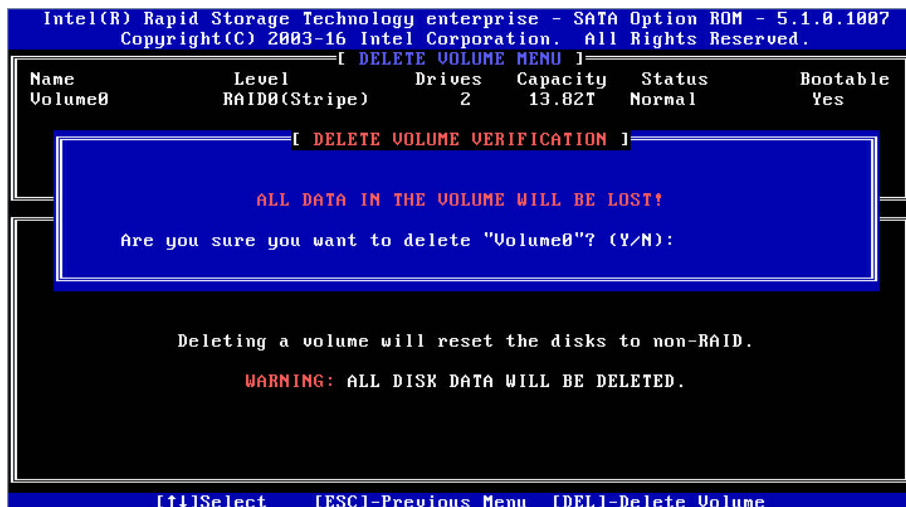

图 8.37
2.3 Delete RAID Volume 菜单。进入 Delete RAID Volume 菜单，如图 8.37 所示。按 DEL 键删除所选 RAID 卷，系统会弹出提示：“ALL DATA IN THE VOLUME WILL LOST! Are you sure you want to delete “Volume0”?(Y/N):”。如果确认要删除该 RAID 卷，请输入“Y”，如果取消删除 RAID 卷的操作，请输入“N”。